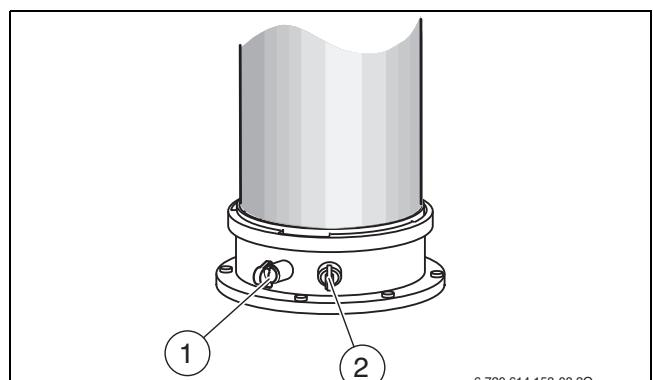

Fig. 42 Manicotto di misurazione dei gas combusti e dell'aria comburente
- ▶ Rimuovere dal manicotto di misurazione il tappo di protezione della presa di analisi dei gas combusti [1] (→ fig. 42).